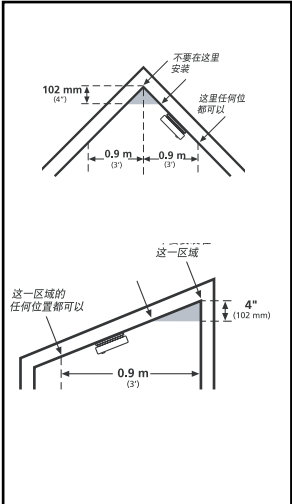

图 3
- 在斜面、尖顶或者教堂式顶部安装报警器时，报警器与建筑最高点的距离（水平量度）不要超过 0.9 米（3 英尺）。若烟雾报警器所在房间的屋顶的倾斜度超过以下尺寸时——水平底边为 2.4 米（8 英尺）时垂直高度超过 0.3 米（1 英尺）——报警器应该安装在房内较高的一侧。以水平测量探测器量度距离屋顶最高点不超过 0.9 米（3 英尺）的空间内分段安装一排的报警器（请参阅图 3）。